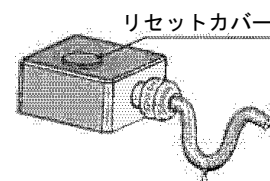

図 7 端子箱
- (2) 端子箱電源挿入口の電源電線配線は、雨水等が端子箱内部に染み入らない様に施工してください。例えば図 7 の様に U 字に垂らし、雨水等が電源電線を伝って流れてきた場合に下方に垂れる様にしてください。また、雨水等が入らないように、リセットカバーを端子箱の蓋から外さないでください。